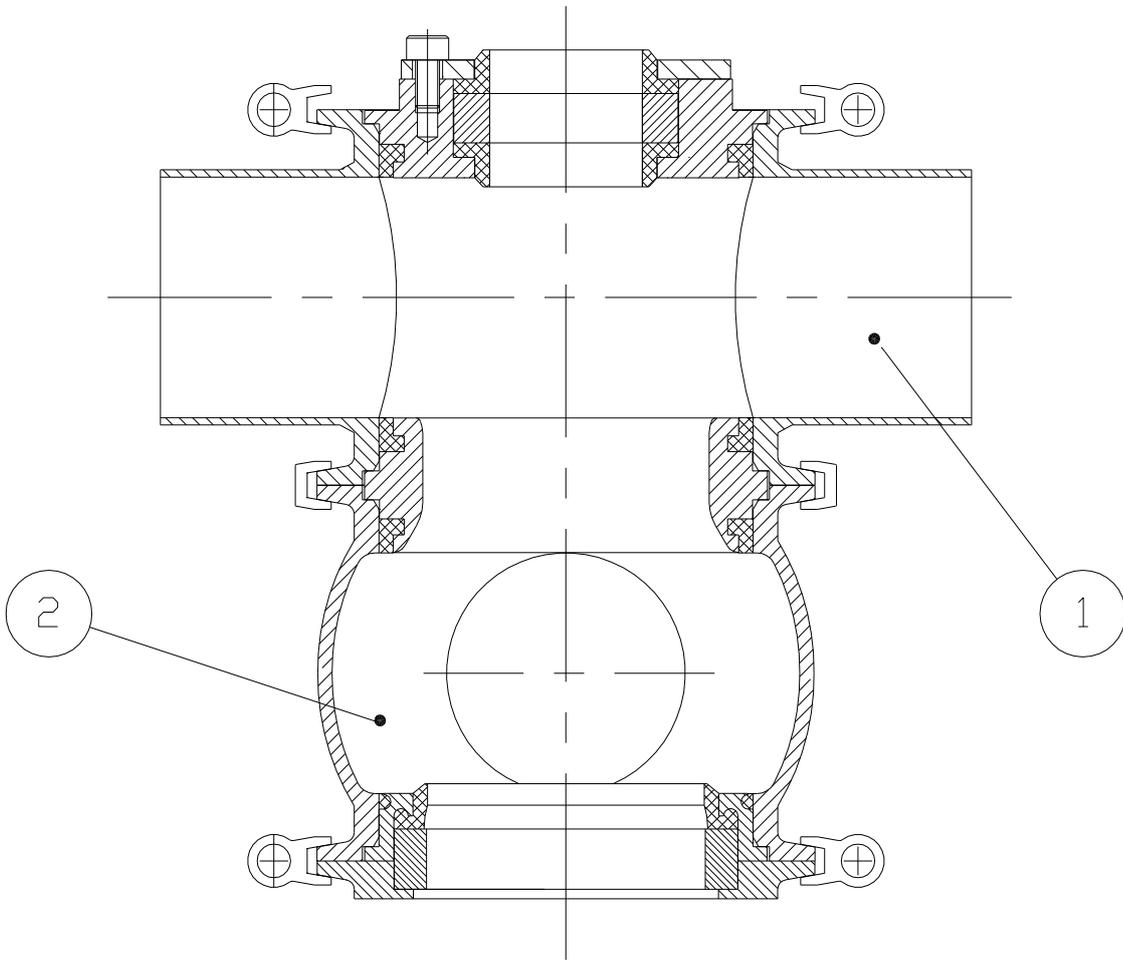

Fig. MBCSP3
8.0 CUERPOS DE VÁLVULA (fig. MBCSP3)